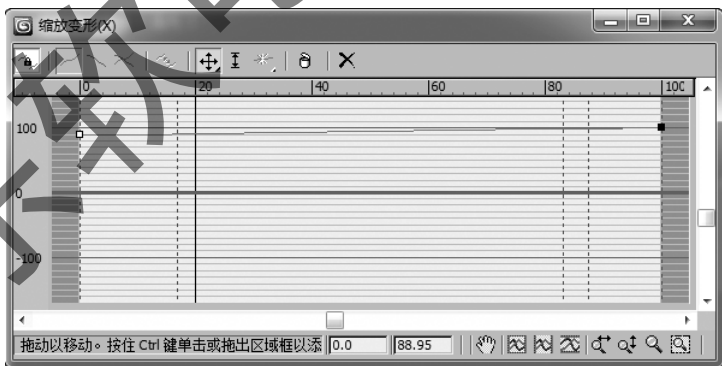

图 4-49 缩放曲线
Step26: 将缩放对话框的曲线形状调节如图 4-49 所示。